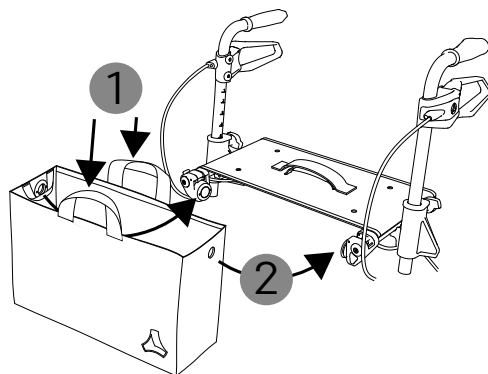

Abb. 11
1. Um die Tasche einzuhängen, greifen Sie die großen Griffschlaufen der langen Seiten (1, Abb. 11). Alternativ können Sie die beiden kleinen innenliegenden Schlaufen greifen und zum Einhängen nutzen.
3. Halten Sie die Magneten der Taschenseiten in die Nähe ihrer magnetischen Gegenstücke am Rollator, damit diese einrasten können (2, Abb. 11). Führen Sie die Tasche möglichst von unten an die Taschenaufhängung heran. Wenn die Magneten richtig eingerastet sind, ist ein deutliches Schnapp-Geräusch zu hören.